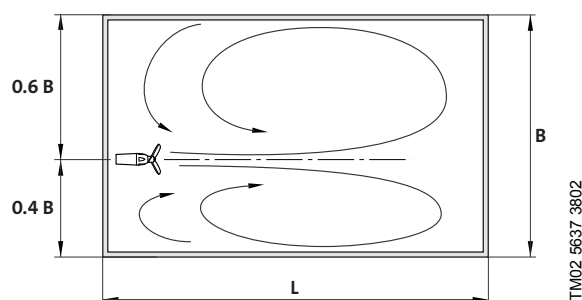

Рис. 31 Твёрдые включения поддерживаются во взвешенном состоянии в прямоугольном резервуаре.
- чтобы образовывался стабильный, циркуляционный поток, предотвращающий образование осадка. См. рис. 31.